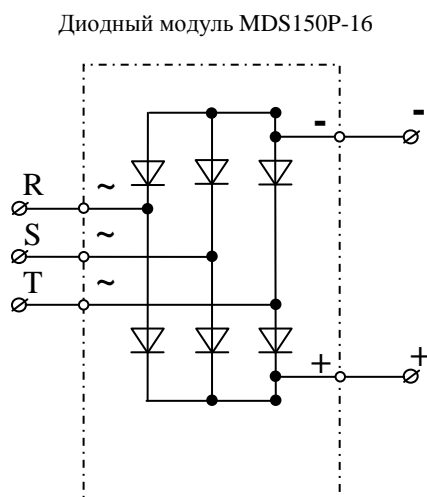

Рис. 4.4. Принципиальная схема диодного модуля MDS150P-16
- 4.7.2. Электрическая принципиальная схема диодного модуля MDS150P-16 приведена на рис.4.4 (на схеме также показаны внешние силовые клеммы ПЧ).